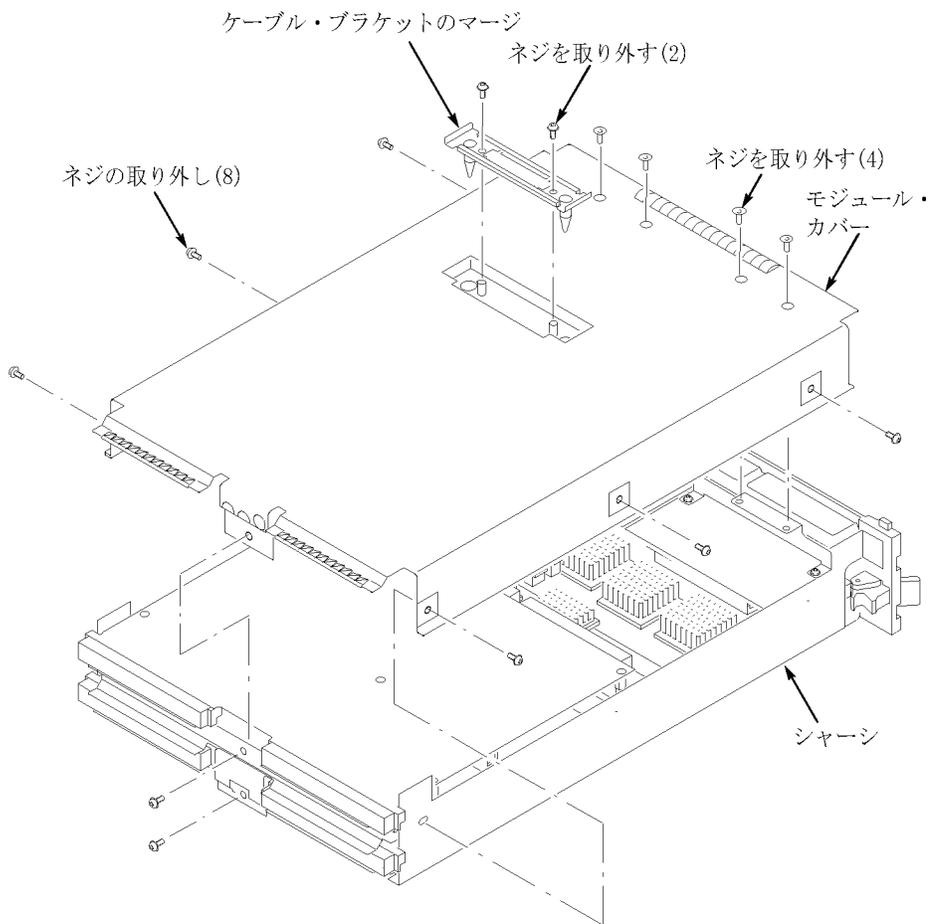

図 52: カバーを取り外す
4. T-10 Torx チップのドライバを使用してモジュール・カバーからネジを取り外します。(図 52 参照)。